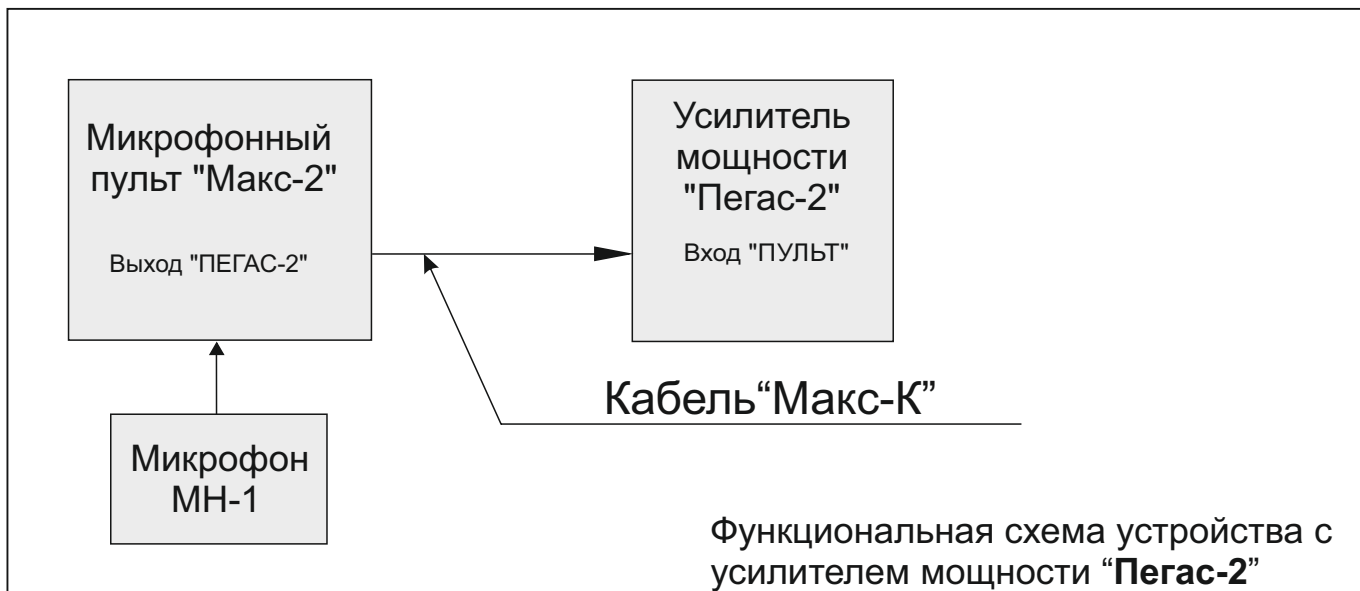
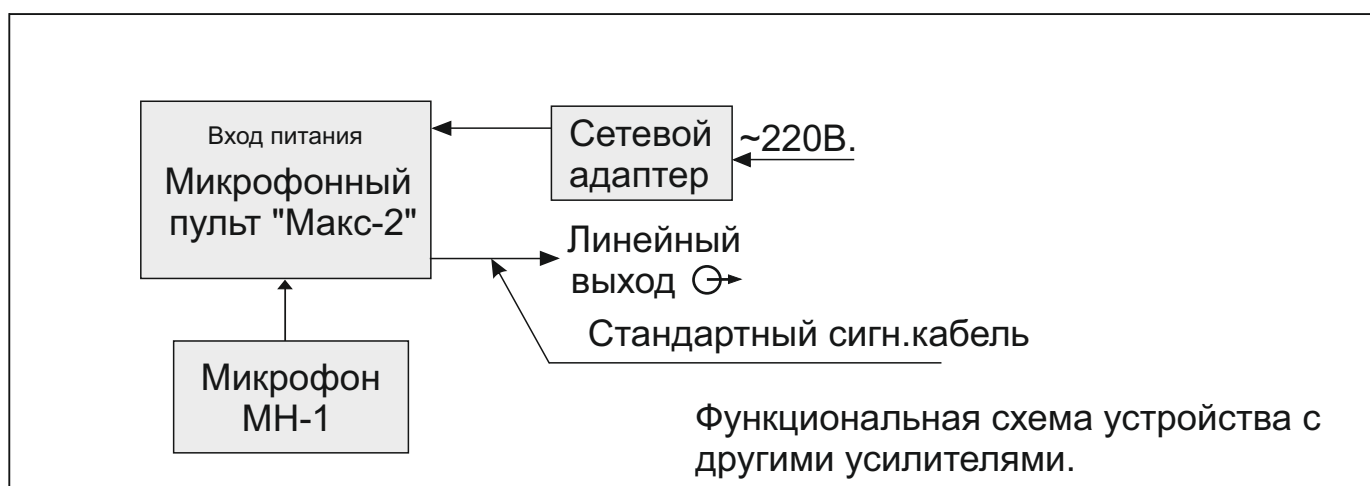

Рис. 1
Рис. 2
- 4.2 Функциональные схемы подключения показаны на рис.1 и рис. 2.
- 6.3 Подсоединить пульт согласно функциональным схемам рис.1 или рис.2.